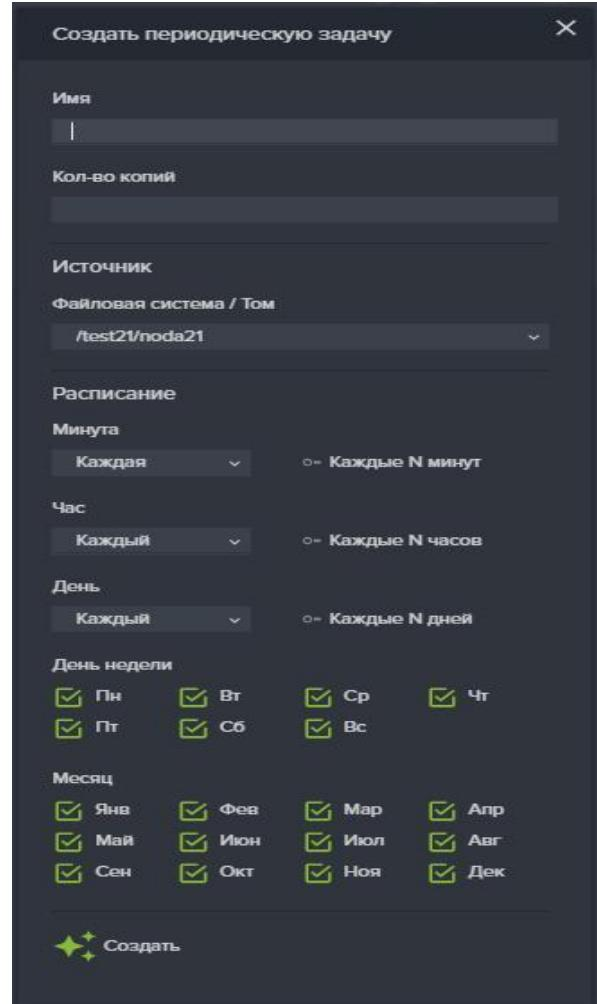

Рисунок 95. Окно создания расписания периодической задачи
2. Нажмите на кнопку «Создать новую задачу», откроется окно создания задач (см. Рисунок 95);